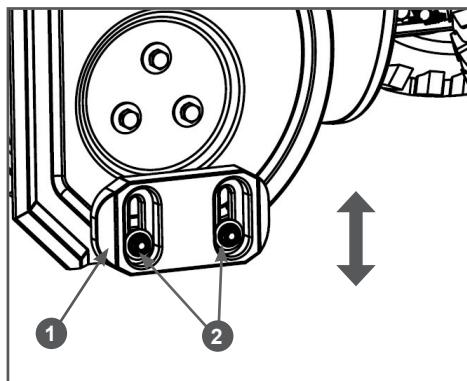

Рис. 20 Регулировка высоты забора снега
- Открутите гайки 2 крепления полозка 1 на 1-2 оборота и установите полозок на необходимую высоту (Рис. 20). Снова затяните гайки.